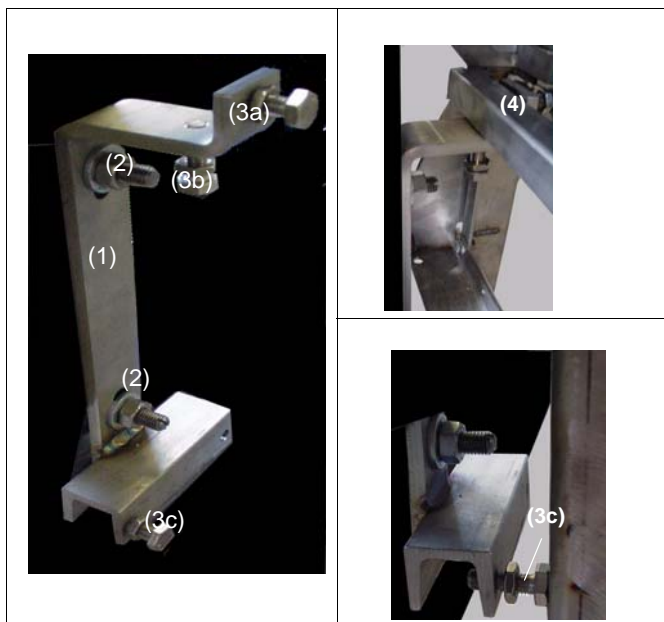

Fig.4 Wandmontage
- 2 Befestigungswinkel (1 / Fig.4),
- 4 Schrauben mit Muttern, Unterlegscheiben und **Dübeln** (2 / Fig.4) zur Befestigung in der Wand und
- 6 Nivellierungsschrauben mit Muttern (3 / Fig.4).